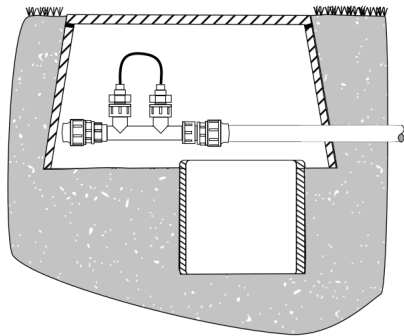

Abbildung 18: Vorbereitung für die Einwinterung
3. Kurzschlussleitung einsetzen (siehe Abbildung 18):